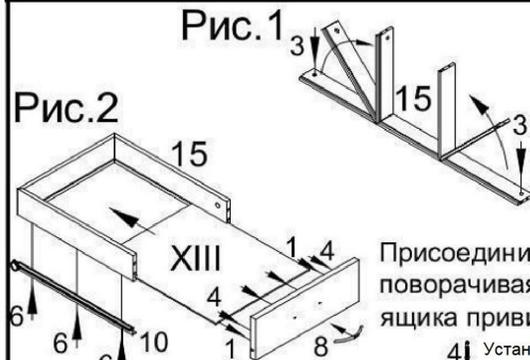
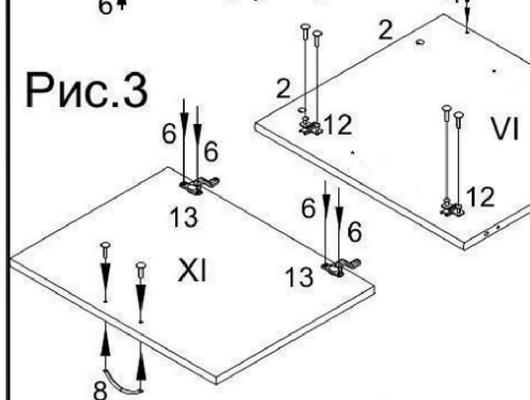

Рис.1 1.Сборка выдвижных ящиков.
Рис.2
Забить шканты (1) и ввернуть дюбеля стяжек-эксцентриков (4) в передние панели выдвижных ящиков (рис.2). Вставить в боковые отверстия фолдингов для ящиков (15) стяжки-эксцентрики (3) крестовым пазом вверх. Согнуть фолдинги для ящиков, как показано на рис.1. Установить в продольный паз дно ящика (XIII), см.рис.2.
Присоединить переднюю панель ящика к фолдингу. Затянуть отверткой, поворачивая по часовой стрелке, стяжки-эксцентрики (3). К передней панели ящика привинтить ручку-скобу (8) имеющимися в ее комплекте винтами, см.рис.2.